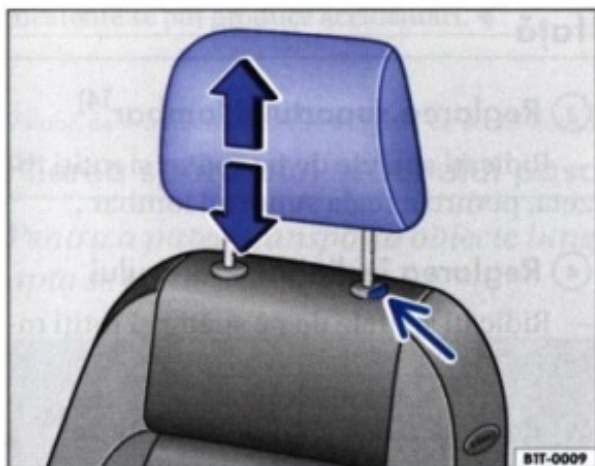
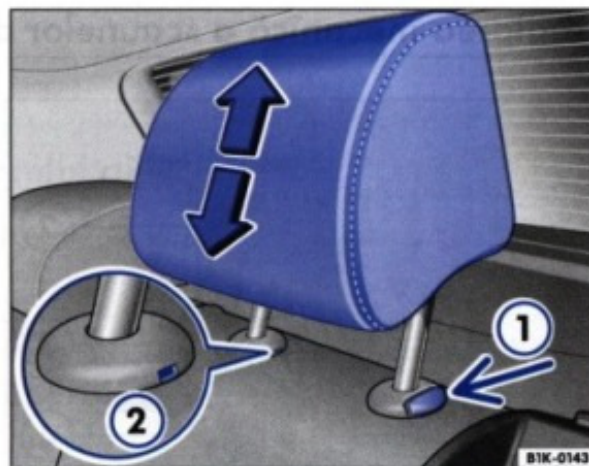

Fig. 53 Reglarea sau demontarea tetierelor din față
Fig. 54 Reglarea sau demontarea tetierelor din spate
- Împingeți tetiera în sus în sensul săgeții sau apăsați tasta ⇒ fig. 53 (săgeata) sau ⇒ fig. 54 (săgeata 1) și împingeți-o în jos. Înălțime corespunzătoare ⇒ pagina 68.
- Apăsați tasta ⇒ fig. 53 -săgeata-.
- Apăsați tasta ⇒ fig. 54 ① și mențineți-o apăsată.